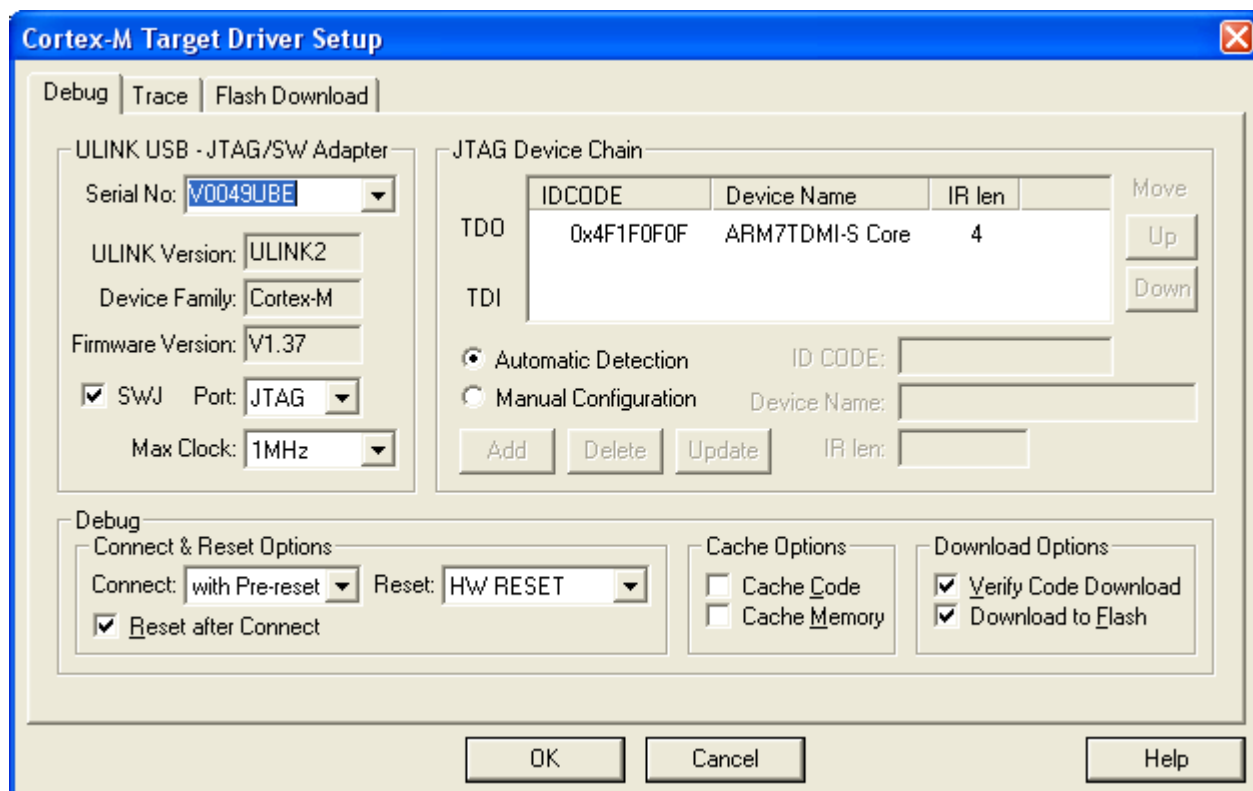

Рис. 5
3.5. Далее нужно снова вызвать Project Options и в закладке Debug нажать кнопку Settings (рис. 5):